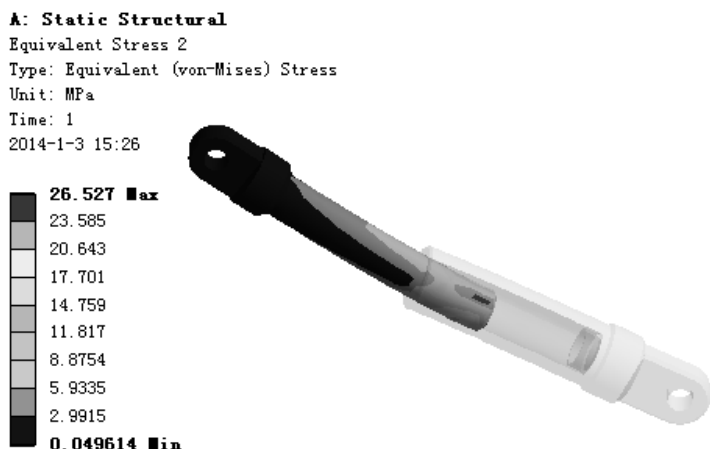

图 7.6.40 应力结果图解 (HYDRAULIC ROD)
(4) 查看 HYDRAULIC_ROD 应力结果图解。在“Outline”窗口中选中 Equivalent Stress 2, 查看图 7.6.40 所示的零件 HYDRAULIC_ROD 的应力结果, 其最小应力为 4.9614×10^{-2} MPa, 其最大应力为 26.527 MPa。